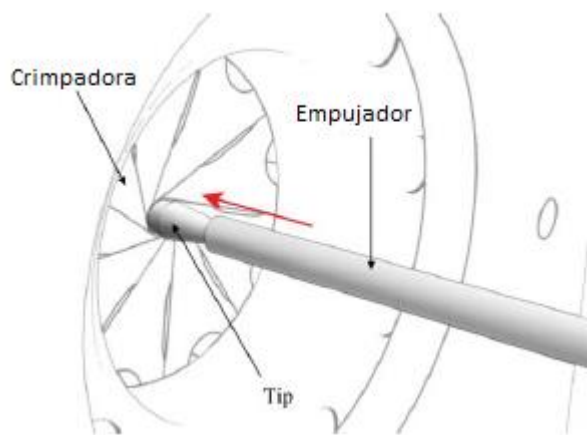

Figura 13. Empujando la punta con el empujador
6) Fije la 1ª vaina exterior sujetándola con una mano y empuje la TPV dentro de la 1ª vaina exterior empujando lentamente el empujador del otro lado con la otra mano (Figura 13). Compruebe si el alambre de la TPV está bien fijado en los ganchos.